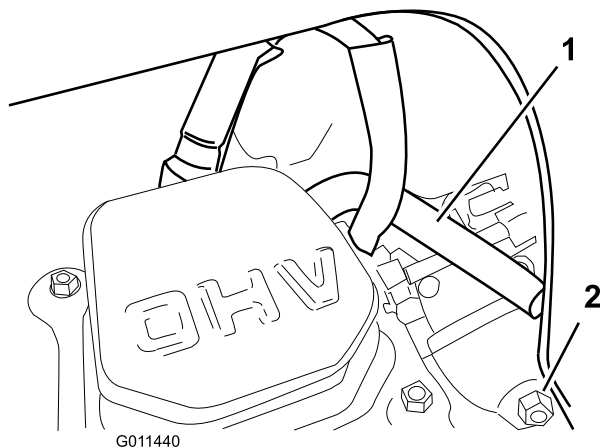

Figure 36
Remarque: Veillez à faire passer le tube de reniflard au-dessus du fil de la bougie, comme montré à la Figure 36.
6. Vidangez le carburateur par la vis de vidange (Figure 36) dans un bidon d'essence homologué.